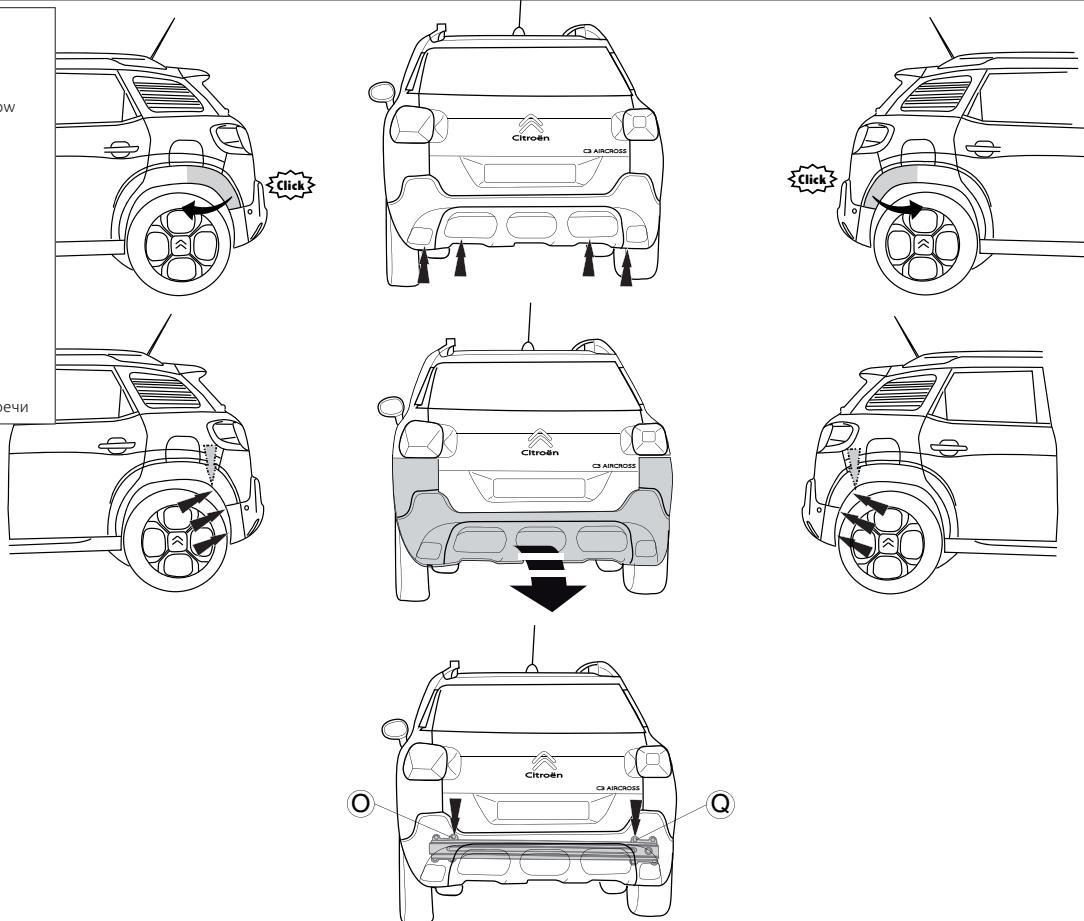

Fig. 1
1. Снять бампер. См. рисунок 1.
4. Снять заводские болты в точках O и Q. См. рисунок 1.